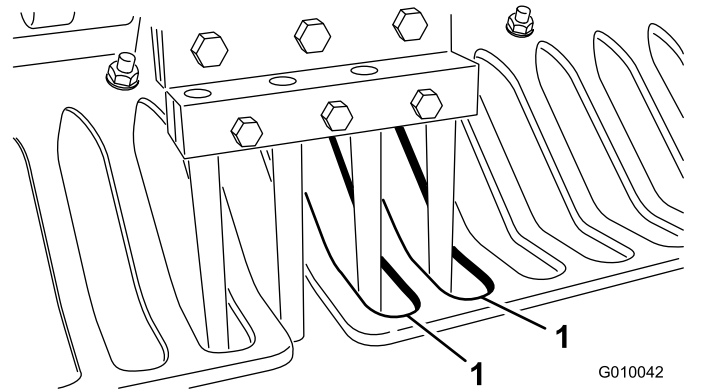

図 28
7. 全部のタインが、ターフガードの隙間の中心に整列していることを確認する 図 28。必要に応じてターフガードの位置を調整し、ナットで固定する。